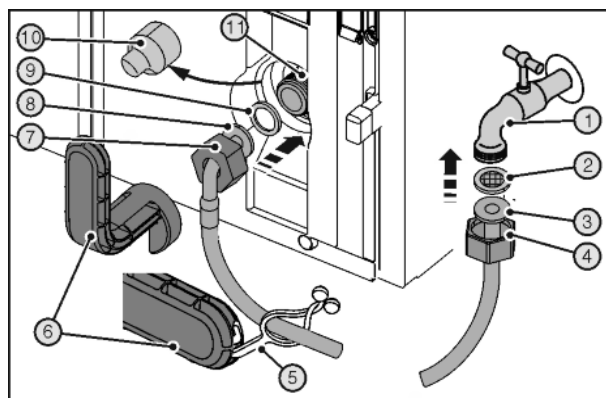

Fig. 27
Різані рани внаслідок використання поламаного допоміжного інструменту Fig. 27 (6).
- ▶ Допоміжний інструмент Fig. 27 (6) використовувати тільки при кімнатній температурі.
- ▶ Насуньте гайку Fig. 27 (4) до кінця через прямий кінець шлангу Fig. 27 (3) та утримуйте.
- ▶ Вставити ситову пастку Fig. 27 (2) в гайку Fig. 27 (4).
- ▷ Ситова пастка Fig. 27 (2) прилягає до прямого кінця шлангу Fig. 27 (3) та трохи тримається.
- ▶ Приєднайте гайку Fig. 27 (4) з ситовою пасткою Fig. 27 (2) прямого кінця шлангу Fig. 27 (3) до запірного крану Fig. 27 (1).
- ▶ Через тимчасове відкриття запірного крану Fig. 27 (1) водопостачання видалити повітря з водопроводу та наповнити водою. Шланг для цього тримати у відрі.
- ▶ Зніміть кришку Fig. 27 (10).
- ▶ Насуньте гайку Fig. 27 (7) до кінця через кінець шлангу, розташований під кутом Fig. 27 (8) та утримуйте.
- ▶ Звольніть прокладку Fig. 27 (9) та втиснути в гайку Fig. 27 (7) на кінці шлангу під кутом Fig. 27 (8).
- ▷ Прокладка Fig. 27 (9) прилягає до кінця шлангу під кутом Fig. 27 (8) та трохи тримається.
► Приєднайте гайку Fig. 27 (7) з прокладкою Fig. 27 (9) розташованого під кутом кінця шланга Fig. 27 (8) до магнітного клапану Fig. 27 (11).
► Виконуйте приєднання за допомогою допоміжного інструменту Fig. 27 (6) за годинниковою стрілкою, доки не буде досягнуто максимального моменту затяжки і допоміжний інструмент Fig. 27 (6) не почне прокручуватися.
► Відкрийте запірний кран Fig. 27 (1) подачі води та перевірте всю систему подачі води на герметичність.
► Причепіть накладку Fig. 27 (5) в допоміжний інструмент Fig. 27 (6) і для зберігання закріпіть на шлангу із високоякісної сталі.